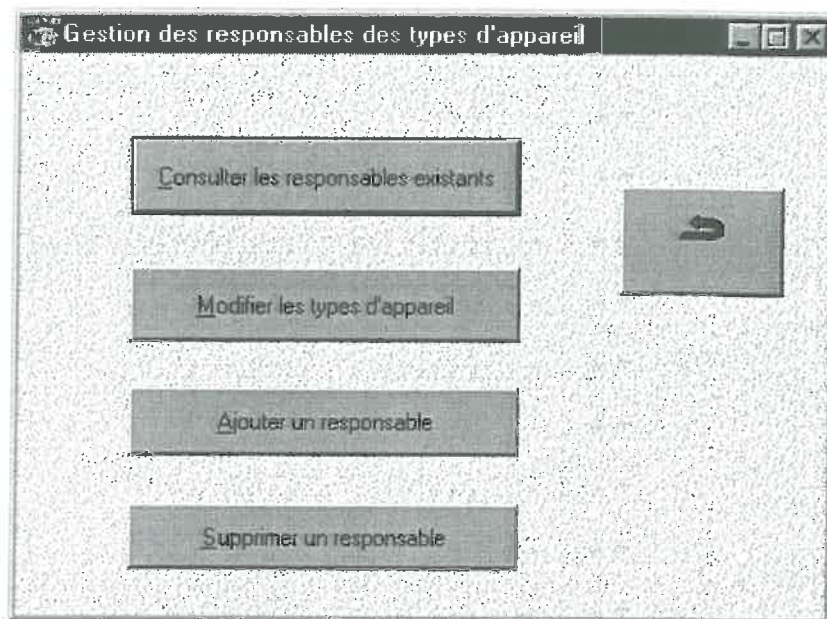
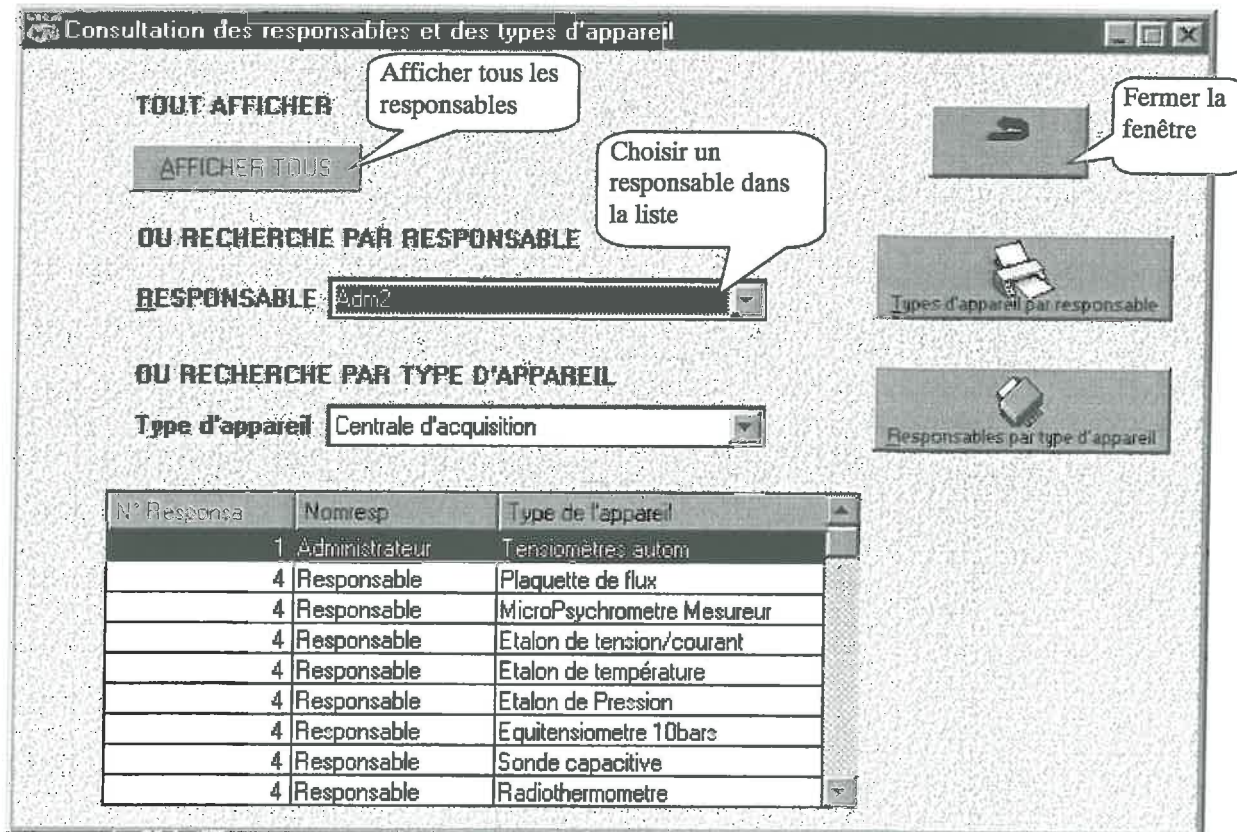
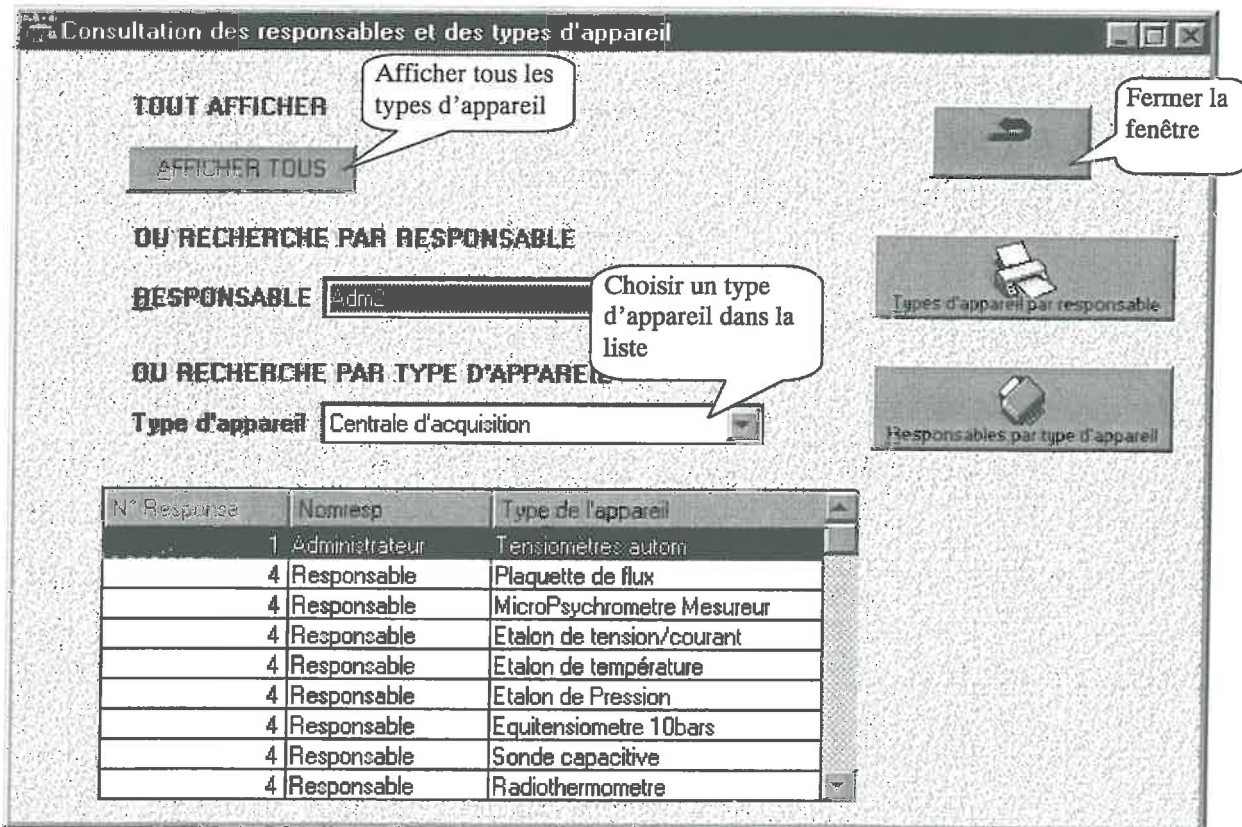

Fig. 35 : Actions sur les responsables
Fig. 36 : Consultation des responsables et de leurs types d'appareils
Fig. 37 : Consultation des responsables et de leurs types d'appareils
La gestion des responsables est accessible à partir de la fenêtre de choix (fig. 33) : cliquer sur le bouton 'Gestion des responsables'. La fenêtre suivante apparaît (fig.35):
- Dans la fenêtre fig.35, cliquer sur le bouton 'Consulter les responsables existants'
- La fenêtre suivante s'ouvre (fig.36) :
Pour revenir à la fenêtre précédente (fig.35) en fermant celle de la fig.36, cliquer sur le bouton de la flèche rouge.
- La fenêtre suivante s'ouvre (fig.37):
Pour revenir à la fenêtre précédente (fig.35) en fermant celle de la fig.37, cliquer sur le bouton de la flèche rouge.
- Dans la fenêtre fig.35, cliquer sur le bouton 'Modifier les types d'appareil'